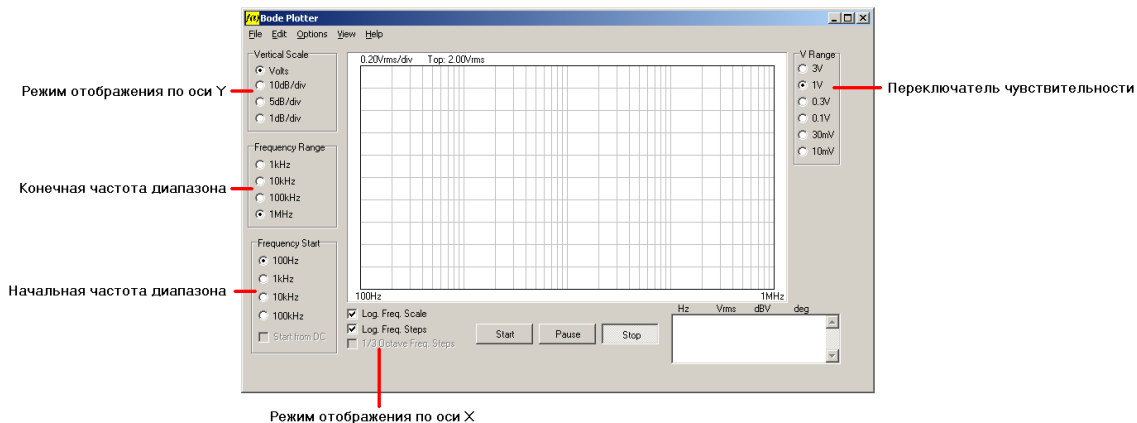

Рис. 11. Окно анализатора характеристик.
4. После этого появится окно анализатора характеристик (рис. 11). Установите